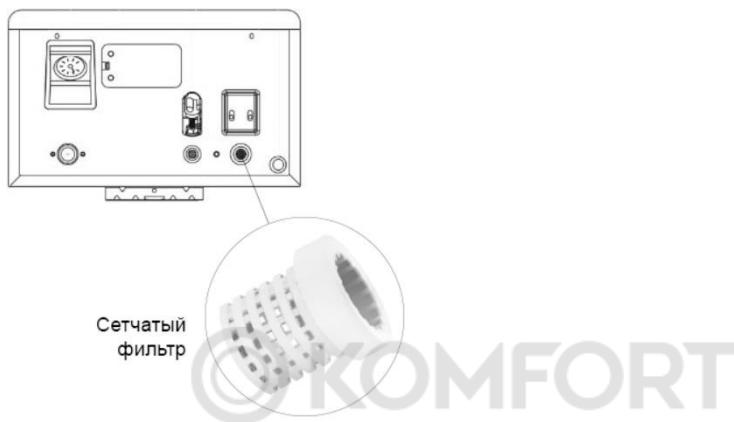

Рис. 17. Сетчатый фильтр
- Открутите трубу обратной линии и достаньте сетчатый фильтр из патрубка котла (см. Рис. 17).
Загрязнение сетчатого фильтра	Очистите сетчатый фильтр (см. рис. 17)